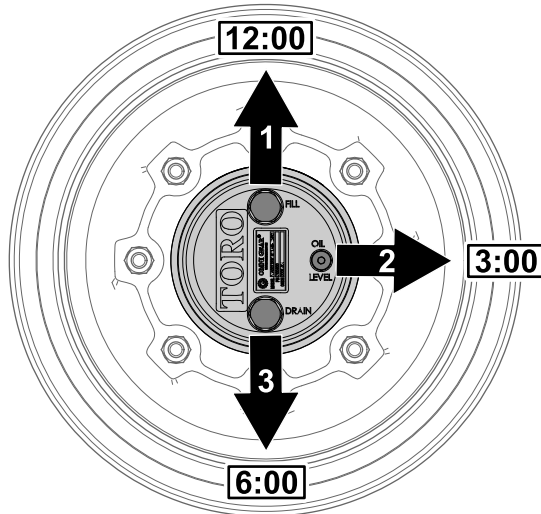

図 137
1. 水平な床面で、補給プラグが時計の 12 時の位置、点検プラグが 3 時、ドレンプラグが 6 時の位置を指すように駐車する 図 137。
2. 3 時の位置にある点検プラグを外す 図 137。
1. 水平な床面で、補給プラグが時計の 12 時の位置、点検プラグが 3 時、ドレンプラグが 6 時の位置を指すように駐車する 図 137 プラネタリギアオイルの点検 (ページ 70) を参照。